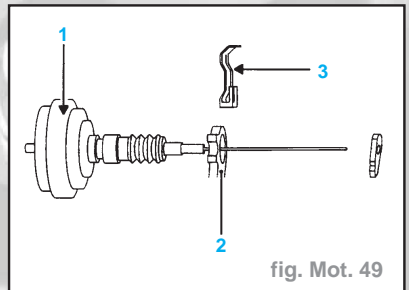

fig. Mot. 49
- Mettre en place le poumon (1) sur la ferrure arrière de la pompe d'injection (2) (fig. Mot. 49).